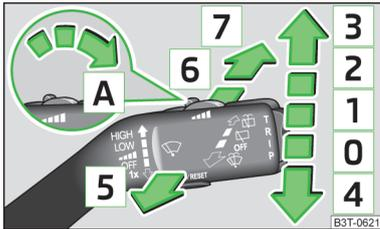

Abb. 46
» Abb. 46
Nach dem Loslassen des Hebels stoppt die Waschanlage und der Wischer führt noch 2 bis 3 Wischeraussschläge aus (je nach Dauer des Sprühvorgangs). Der Hebel bleibt in Stellung **6** » Abb. 46.
Befindet sich der Scheibenwischerhebel in der Stellung **2** » Abb. 46 bzw. **3**, kommt es bei einer Geschwindigkeit von mehr als 5 km/h alle 30 Sekunden bzw. 10 Sekunden zu einem Wischvorgang der Heckscheibe.
- Fünfmal hintereinander innerhalb von 5 Sekunden den Bedienungshebel in Stellung **6** » Abb. 46 auf Seite 62 drücken.
Zum Reinigen der Scheinwerfer kommt es nach dem Einschalten der Zündung immer beim ersten und nach jedem zehnten Bespritzen der Frontscheibe **5** » Abb. 46 auf Seite 62, wenn das Ablend- oder Fernlicht eingeschaltet ist.